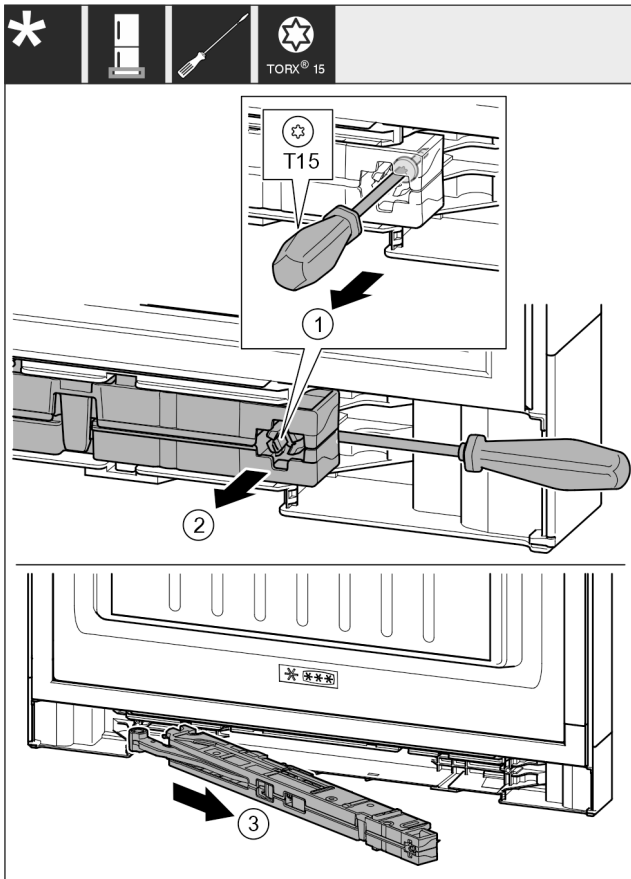

Fig. 19
- Schraube Fig. 19 (1) an Schließdämpfereinheit mit Schraubendreher 14 mm lösen.
- Schließdämpfereinheit Fig. 19 (2) griffseitig mit Schraubendreher nach vorne aushebeln.
- Schließdämpfereinheit Fig. 19 (3) herausziehen.